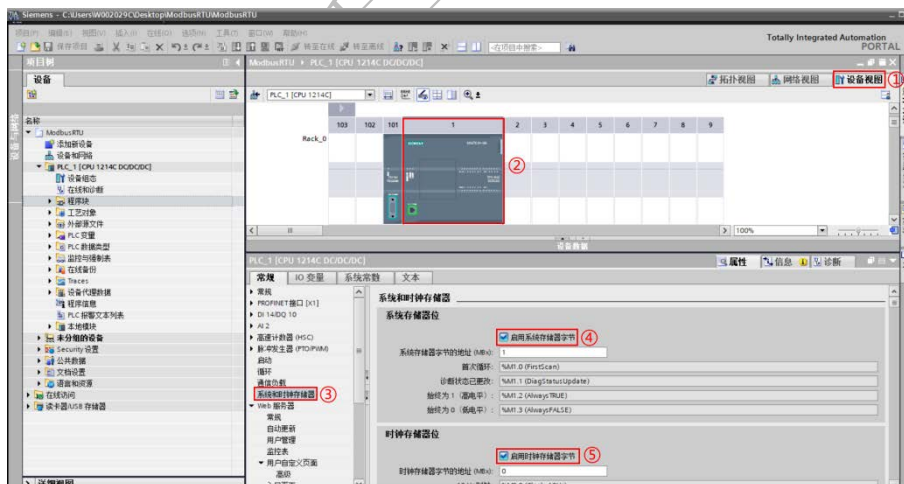

图 3.3 激活系统和时钟存储器功能
- 2) 激活 CPU 的【系统和时钟存储器功能】，如图 3.3 所示。（本例程中使用了 CPU 首次扫描位来实现 Modbus 的初始化，使用 CPU 的时钟信号来控制发送频率，该方法供参考。）